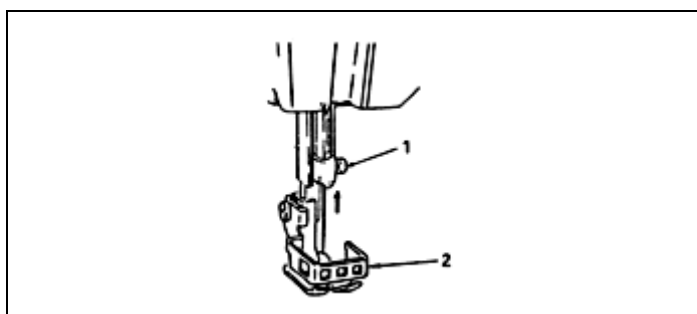

Fig. 3.
6. INSERÇÃO DA AGULHA (Fig. 3)
<p>Desligue a máquina. Não opere sem o protetor de dedo (2). (Vide Fig. 3) Perigo de danos pessoais.</p>